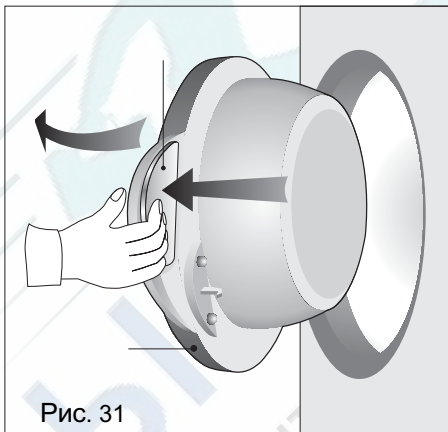

Рис. 31
- ❑ Открыть дверцу, нажимая рукоятку с внутренней стороны (рис. 31).